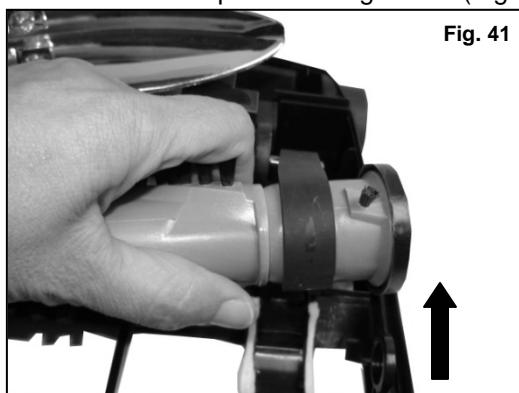

Fig. 41
9. Relevez l'extrémité de la brosse agitatrice et enlevez la vieille courroie de la poulie de l'agitateur. (Fig. 41)